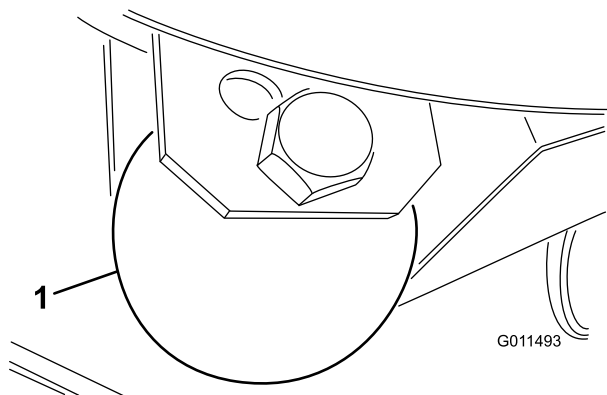

Bild 29
1. Entfernen Sie die Schraube und Mutter, mit denen das Abstandsrad an den Mähwerkhalterungen befestigt ist (Bild 29).